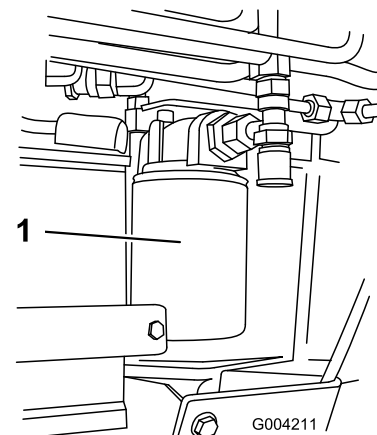

Figura 58
4. Coloque un recipiente debajo del filtro (Figura 58).
5. Retire el filtro usado (Figura 58) y limpie con un paño la superficie de la junta del adaptador del filtro.
7. Instale el filtro hidráulico nuevo en el adaptador del filtro (Figura 58). Apriete el filtro en el sentido de las agujas del reloj hasta que la junta de goma entre en contacto con el adaptador del filtro, luego apriete el filtro 3/4 de vuelta más.